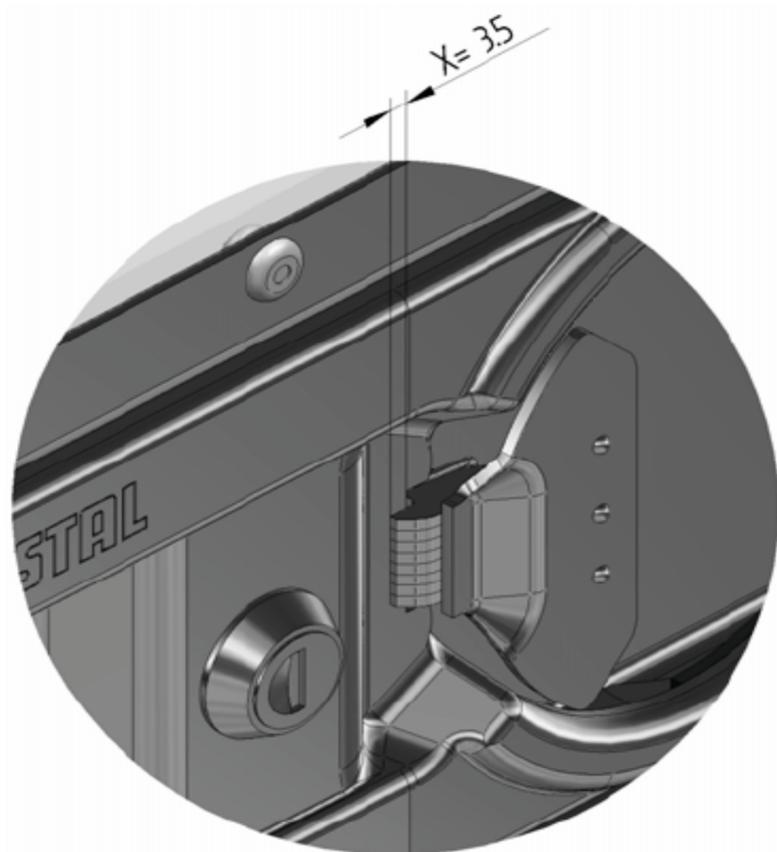

Bild 1
- Drehstangenverschluss an Bordwänden überprüfen. Maß „x“ aus Bild 1 kontrollieren. Schmutzkappe ist nicht zwingend erforderlich
Wenn das Maß „x“ auf Bild 1 die Länge 3,5 mm unterschreitet, besteht die Gefahr, dass sich die Bordwand bei Ladungsdruck öffnen kann. Der Drehstangenverschluss ist sofort zu wechseln.